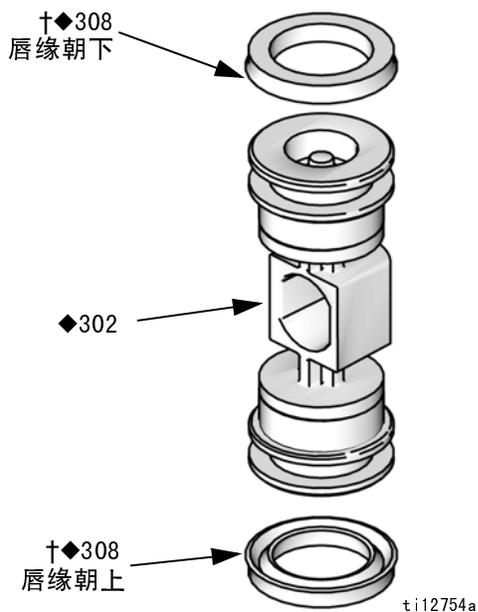

图 10. 空气阀 U-cup 安装
2. 参见图 10。润滑 U-Cup (308+◆) 并安装在活塞 (302◆) 上，唇缘朝向活塞中心。